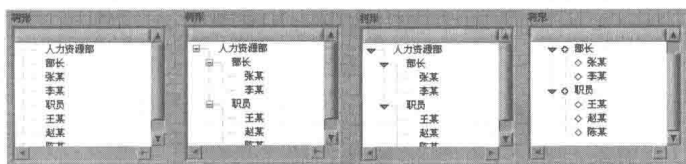

图 7-34 选择合适的内置项目符号
step 3 根据不同层次，通过树形控件的快捷菜单中的“缩进项”进行缩进。多层项目需要多层缩进。项目编辑完成后，选择合适的缩进符号。如果需要不同的项目符号，可在树形控件快捷菜单“显示项”中打开“符号”对话框，然后选择合适的内置项目符号，如图 7-34 所示。